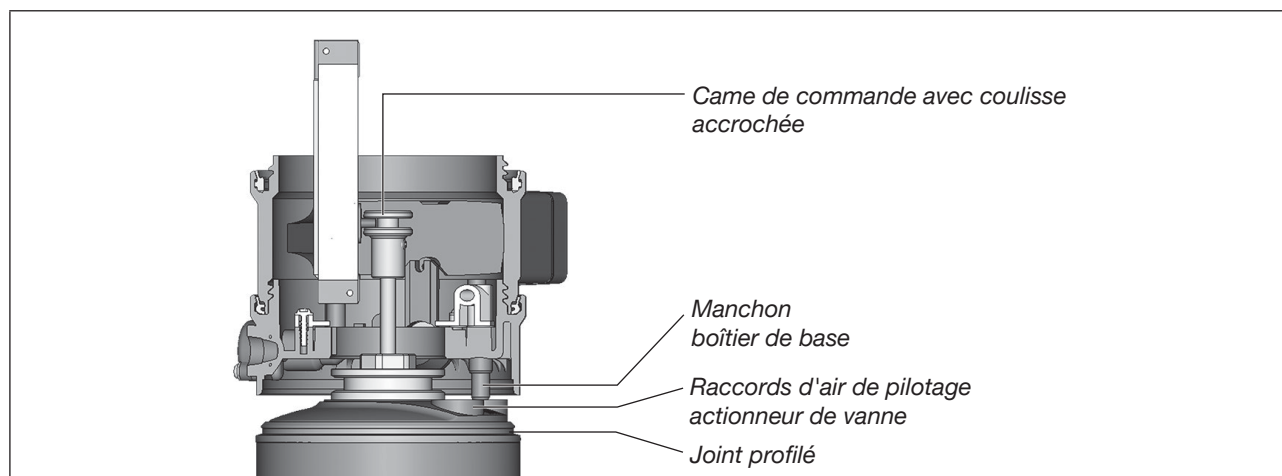

Figure 12 : Alignement du capteur de déplacement par rapport à l'actionneur
- Aligner le manchon du boîtier de base par rapport aux raccords d'air de pilotage de l'actionneur de vanne (voir « Figure 12 »).